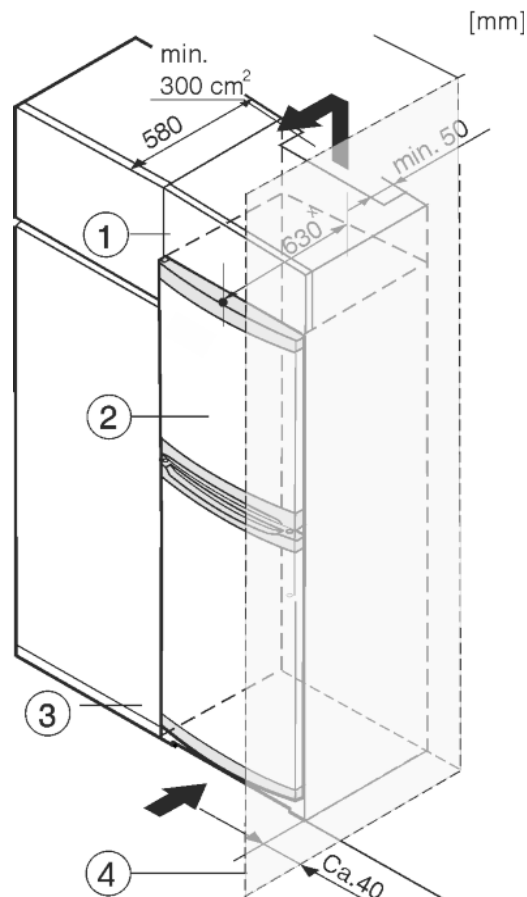

Fig. 8
- (1) Aufsatzschrank
- (2) Gerät
- (3) Küchenschrank
- (4) Wand
Das Gerät kann mit Küchenschränken umbaut werden. Um das Gerät Fig. 8 (2) der Küchenzeilenhöhe anzugleichen, kann über dem Gerät ein Aufsatzschrank Fig. 8 (1) angebracht werden.
Beim Umbau mit Küchenschränken (Tiefe max. 580 mm) kann das Gerät direkt neben dem Küchenschrank Fig. 8 (3) aufgestellt werden. Das Gerät steht seitlich 34 mm * und in der Gerätemitte 50 mm * gegenüber der Küchenschrankfront vor.
Wenn das Gerät mit den Scharnieren neben einer Wand Fig. 8 (4) aufgestellt wird, muss der Abstand zwischen Gerät und Wand mindestens 40 mm betragen. Dies entspricht dem Griffüberstand bei geöffneter Tür.